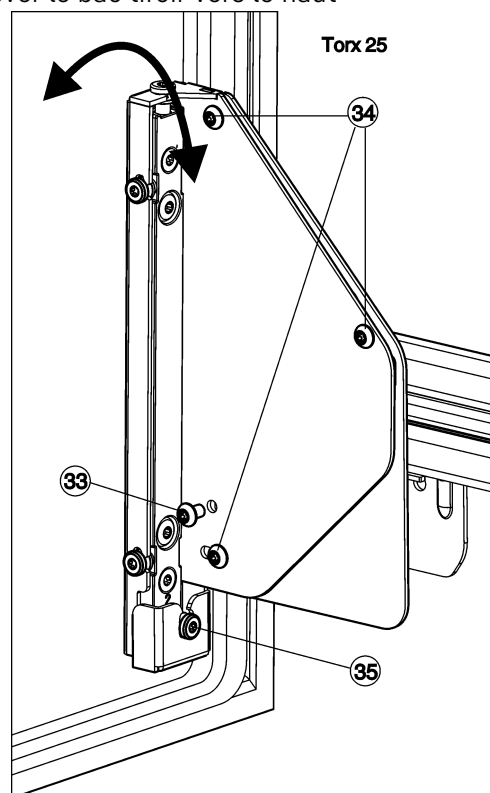

Fig. 30
- Dévisser entièrement les vis Fig. 30 (33).
- ▷ Les vis Fig. 30 (33) ne sont plus nécessaires, vous pouvez vous en débarrasser.
- ▶ Desserrer les vis Fig. 30 (34) d'1 à 2 tours.
- ▶ Tourner la vis d'ajustement Fig. 30 (35). Dans le sens des aiguilles d'une montre : la porte s'incline en s'éloignant du corps de l'appareil. Dans le sens contraire des aiguilles d'une montre : la porte s'incline vers l'appareil et s'éloigne du corps de l'appareil en bas.
- ▶ Revisser toutes les vis Fig. 30 (34) à fond après l'ajustement de l'inclinaison.